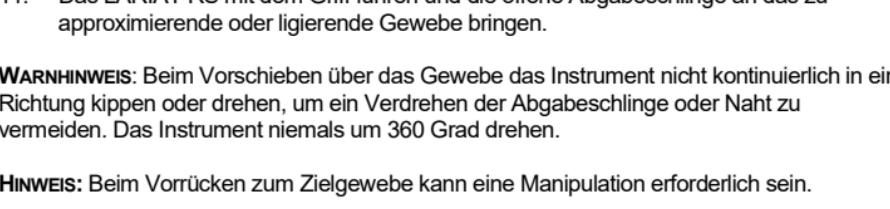

Abbildung 3 Öffnen der Abgabeschlinge
- Bei Verwendung der SofTIP oder eines Trokars den Schlingeneinführer vom Griff zur Spitze vorschreiben, bis er die geschlossene Abgabeschlinge abdeckt. Das LARIAT RS in die SofTIP bzw. den Trokar einführen. Den Schlingeneinführer zurückziehen, bis er an der Griffzugentlastung einrastet, wie in Abbildung 3 gezeigt.
- Zum Öffnen der Abgabeschlinge den Schlingenschieber vorschreiben, bis er stoppt und die Abgabeschlinge voll geöffnet ist, wie durch das Symbol „O“ (Oval) angezeigt (siehe Abbildung 3).